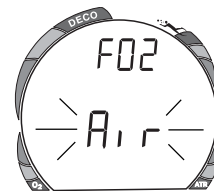

Fig. 23 - Einstellung FO2
- Drücken Sie kurz die linke Taste ("Weiter"). **FO2** erscheint, der einzustellende Wert blinkt. (Abb. 23).